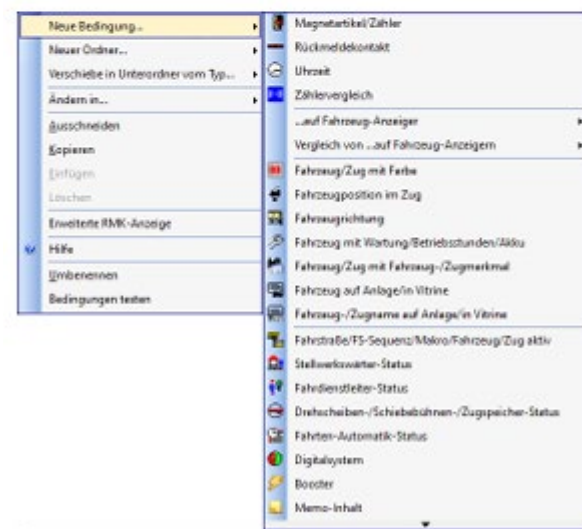

Abb. 7.76 Das Kontextmenü mit den erweiterten Stellbedingungen
En cliquant avec le bouton droit de la souris dans ce champ, vous accédez à un menu contextuel (cf. fig. 7.76) qui vous permet de composer des arborescences de conditions très complexes. Nous reviendrons souvent sur ces conditions au cours de cette documentation. Vous pouvez les utiliser dans plusieurs parties du programme à différents niveaux de profondeur. C'est pourquoi nous abordons le thème « Conditions et commutations » dans un chapitre séparé (11) de cette documentation. Nous avons créé ci-dessous un tableau répertoriant toutes les conditions pouvant être utilisées dans Win-Digipet. Vous pouvez voir quelles conditions sont disponibles dans les différents éditeurs. Vous rencontrerez ce tableau à plusieurs reprises au cours de cette documentation.